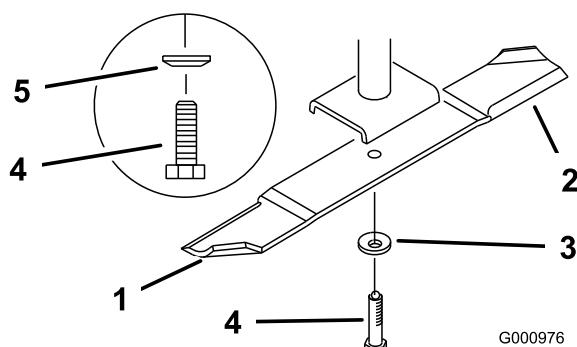

Figure 71
2. Retirez le boulon, la rondelle élastique et la lame de l'axe (Figure 71).
2. Vérifiez l'équilibre de la lame en la plaçant sur un équilibrage (Figure 70). Si la lame reste horizontale, elle est équilibrée et peut être utilisée. Si la lame est déséquilibrée, limez un peu l'extrémité de la partie incurvée seulement (Figure 71). Répétez la procédure jusqu'à ce que la lame soit équilibrée.